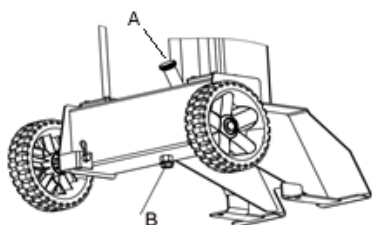

Fig.16
4. Desserrer le bouchon de ventilation (A) (Fig. 16).
5. Ouvrir le bouchon de vidange (B) (Fig. 16) situé sous le réservoir d'huile pour permettre à l'huile de s'écouler.
6. Une fois l'huile complètement vidée, refermer le bouchon de vidange (B).
- retirez la jauge et vérifiez que le niveau d'huile est situé entre deux repères ([a] et [b] Fig.16).